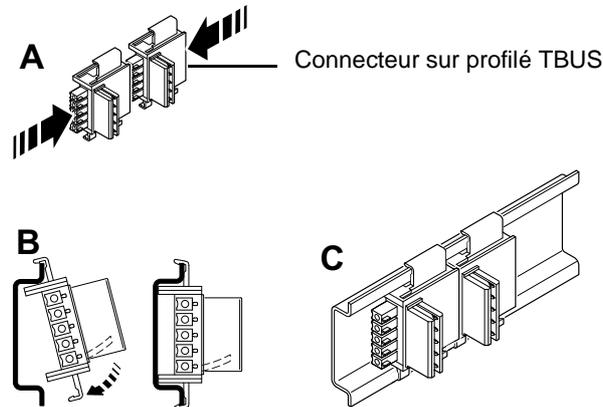

Figure 3-9 Montage des connecteurs-bus sur profilé TBUS
- assemblez le nombre de connecteurs-bus de profilés nécessaire à votre groupe en une unité (voir Figure 3-9, étape A).